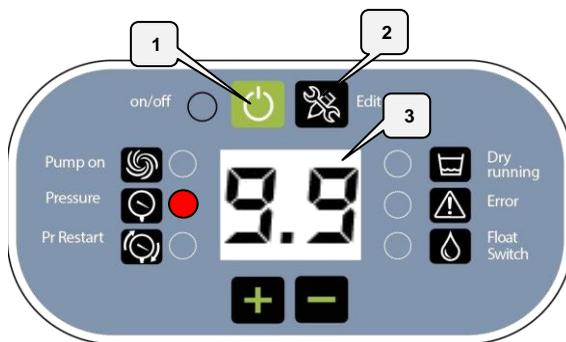

Figura 13
Durante la seconda fase della procedura è necessario far memorizzare al dispositivo la pressione massima di impianto. La condizione migliore è avere una pressione massima misurata pari a 9.9 bar. Se questo non fosse possibile è necessario accendere la pompa per portare l'impianto alla pressione massima, tenendo premuto il tasto **ON/OFF** (1) (Figura 13).
7.2 Premere contemporaneamente i tasti **ON/OFF** (1) e **EDIT** (2) (Figura 13) per qualche secondo fino a che la cifra del display (3) inizia a lampeggiare.
During the second phase of the procedure is necessary to store the maximum pressure value of the system. The best condition is to have a maximum pressure measured like 9.9 bar. If that is not possible it is necessary to bring the system pressure to the maximum pressure available, pressing the **ON/OFF** button (1) (Figura 13).
7.2 Simultaneously press the **ON/OFF** (1) and **EDIT** (2) (Figura 13) buttons for some seconds until the digit of the display (3) will start to flash.